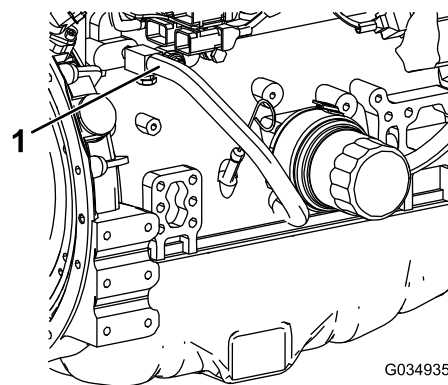

Figura 120
7. Retire o tubo do líquido de refrigeração da refrigeração de óleo do motor (Figura 120).